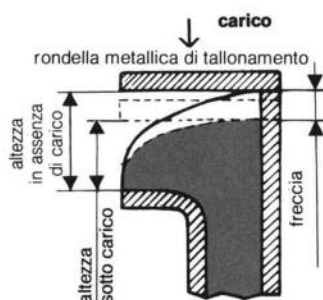

Fig. 1
- Caratteristiche di tampone nei casi di urti o sovraccarichi accidentali, a condizione di utilizzare una rondella metallica di tallonamento che copra la calotta in gomma (Fig. 1)